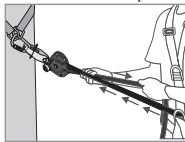
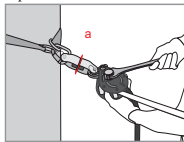

Fig 3
Fig 4
Dopo aver terminato l'installazione della linea di vita, tirare manualmente la corda (dal lato del nodo all'estremità —Fig. 3) in modo da effettuare una prerregolazione della tensione. La camma (8) e la leva della camma (4) entreranno automaticamente in contatto con la corda. Abbassare la leva della camma (4), quindi, servendosi di una chiave adeguata, tendere l'asse di regolazione della tensione (1) fino a quando la rondella indicatore di tensione (a) posta sull'indicatore di tensione (2) non ruoterà liberamente (Fig. 4). Non appena la rondella ruota liberamente, **SMETTERE DI SERRARE!** La tensione applicata corrisponde a una pretensione della linea di circa 1 kn. Durante l'uso controllare periodicamente la tensione (rotazione della rondella indicatore di tensione) e, se necessario, regolarla come indicato sopra.